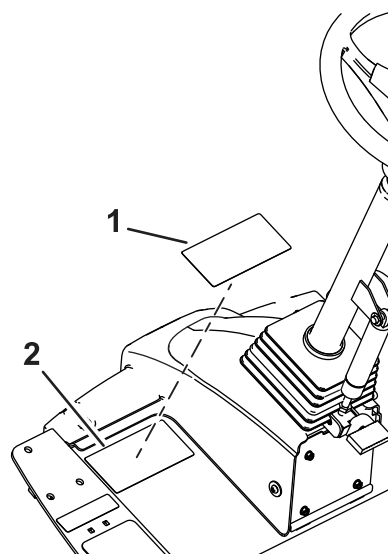

Figura 8
1. Utilize álcool e um pano limpo para limpar a superfície do autocolante de aviso e deixe o autocolante secar (Figura 8).